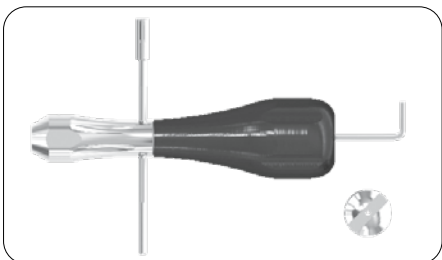
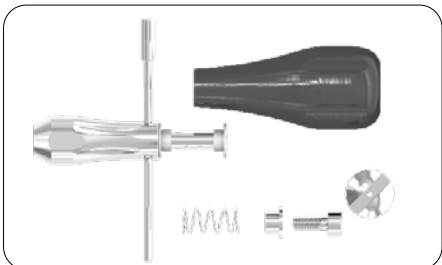

Fig. 5
Fig. 6
Unscrew the cylindrical screw concealed beneath it with the tomas®-screwdriver key 3.0 screwdriver (Fig. 5) and dismantle the tomas®-screwdriver (Fig. 6).
Retirer la vis cylindrique située en dessous en utilisant la tomass-screwdriver key 3.0 (clé hexagonale 3,0) (Fig. 5) et démonter entièrement le tomass-screwdriver (Fig. 6).